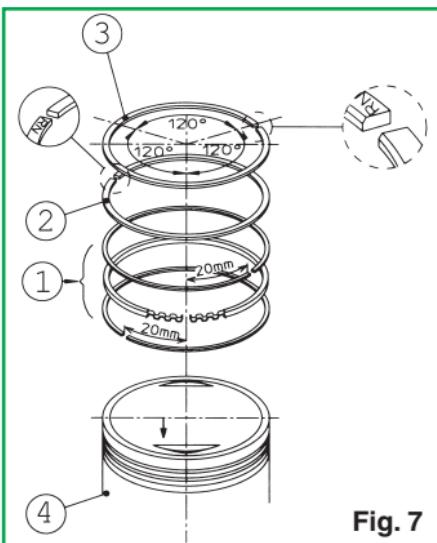

Fig. 7
- Introduire l'expanseur du segment racleur d'huile dans la gorge spéciale sur le piston, monter l'élément inférieur puis l'élément supérieur en complétant le montage du racleur d'huile (Fig. 7).
- Monter le deuxième segment avec l'inscription N tournée vers la partie supérieure du piston comme indiqué en Fig. 7.
- Insérer le premier segment de compression avec l'inscription N tournée vers la partie supérieure du piston comme indiqué en Fig. 7.
- Mettre en place les segments comme indiqué Fig. 7.
- Vérifier à nouveau que les segments sont bien positionnés comme indiqué Fig. 7.